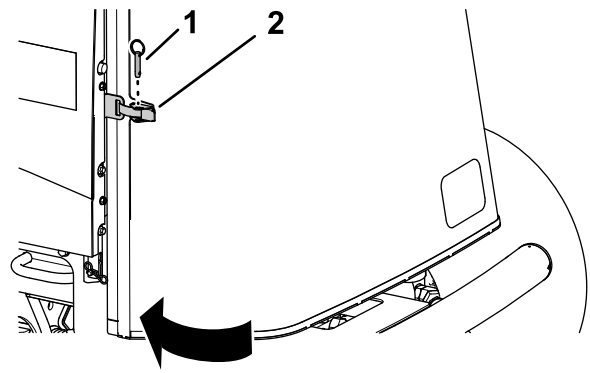

Figura 103
1. Cierre y enganche la rejilla (Figura 103).